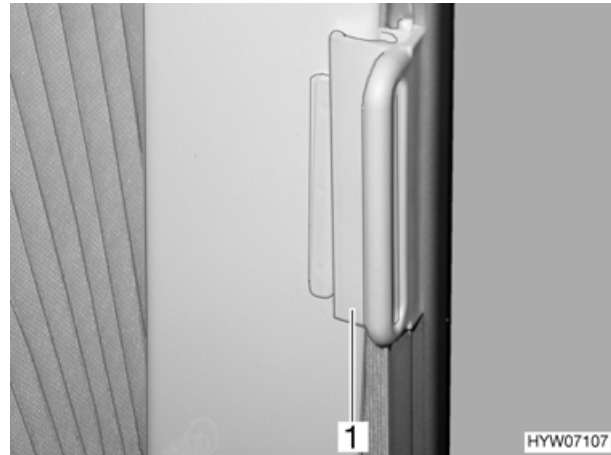

Bild 16 Verriegelung faltverdunklungen Fahrer-/Beifahrerfenster
- ▶ Während der Fahrt müssen die faltverdunklungen für die Frontscheibe, das Fahrerfenster und das Beifahrerfenster geöffnet und mit der Verriegelung (Bild 16,1) gesichert sein.